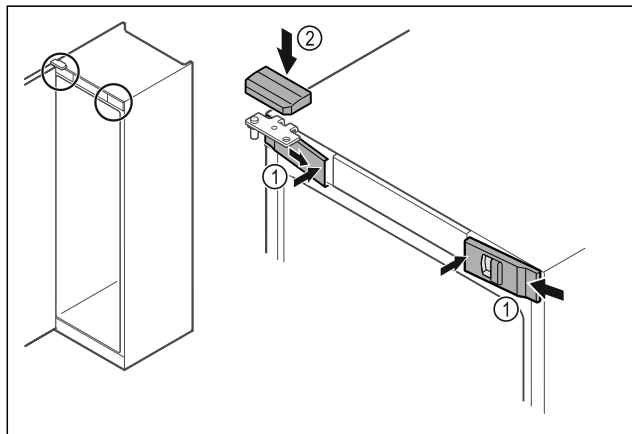

Fig. 53
- Зацепите сбоку и защелкните передние крышки Fig. 53 (1) с внутренней стороны.
- Защелкните верхнюю крышку Fig. 53 (2) сверху.